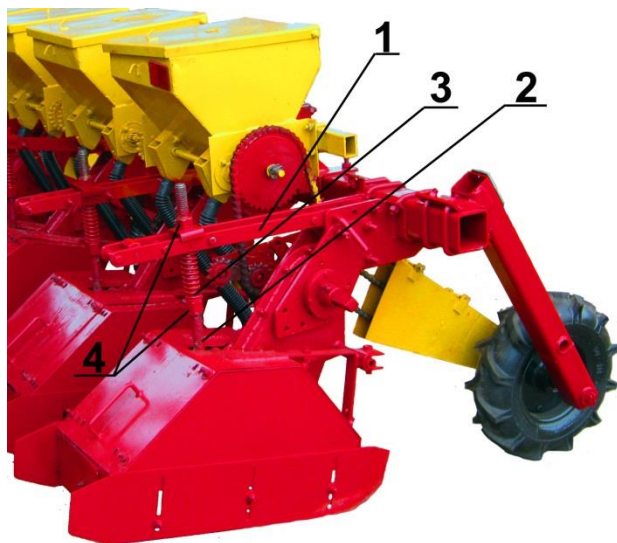

Рисунок 2 – Механизм навески рабочих органов
3.5 Треугольный механизм навески секций рабочих органов (рис.2), состоящий из неподвижной тяги 1 и винта 2 с пружиной 3, обеспечивает копировку рельефа поля и поддерживает постоянную глубину обработки почвы. Также при помощи винта 2 осуществляется регулировка культиватора на требуемую глубину обработки.
4.1.8 При помощи винтов 2 (рис.2) с гайками 4 установите требуемую глубину обработки. При этом неравномерность рабочей глубины должна быть не более 15%.